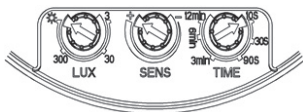

Рис. 13
1. Поверните ручку регулировки времени против часовой стрелки до минимума, поверните ручку «LUX» по часовой стрелке до максимума (солнце), ручку регулировки «SENS» по часовой стрелке до максимума (+) (рис. 13).